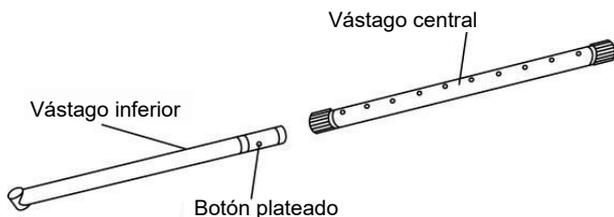

Fig.3
2. Afloje la contratuerca del vástago central, presione el botón plateado del vástago inferior e insértelo en el vástago central (véase la Fig. 3).